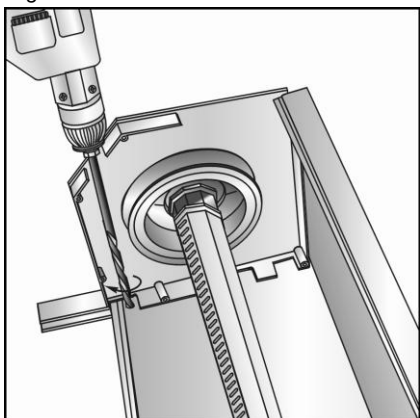

Fig. 2.11
2.7. Marque et percez en même temps un trou de la dimension requise dans les bords repliés arrière du couvercle et du coffre pour les éléments du moteur (fig. 2.11).